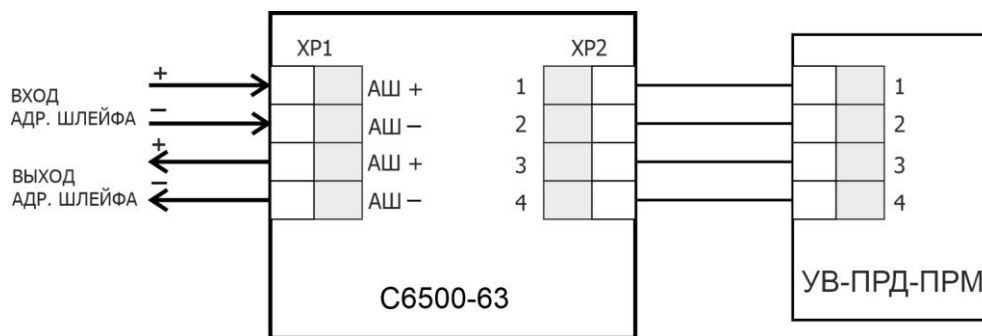

Рисунок 10
3.7.2 Извещатель к началу юстировки должен быть надёжно закреплён на месте установки, полностью смонтирован в систему пожарной сигнализации в соответствии со схемой подключения (рисунок 10). При использовании экранированного кабеля следует соединить экран кабеля обеспечивая его непрерывность. Движки DIP-переключателя приёмопередатчика должны быть установлены в соответствии с выбранной тактикой работы (см. табл. 2).